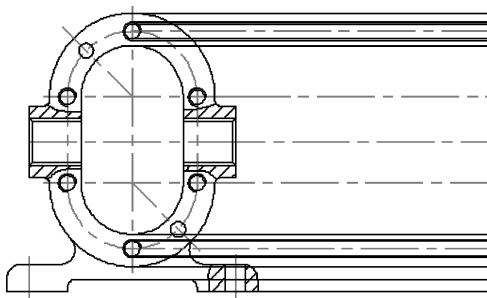

图 14-32 绘制定位直线
(1) 绘制定位直线。单击“默认”选项卡“绘图”面板中的“直线”按钮, 以主视图中的特征点为起点, 利用对象捕捉和正交功能绘制水平定位线, 将中心线设置为“中心线层”, 结果如图 14-32 所示。